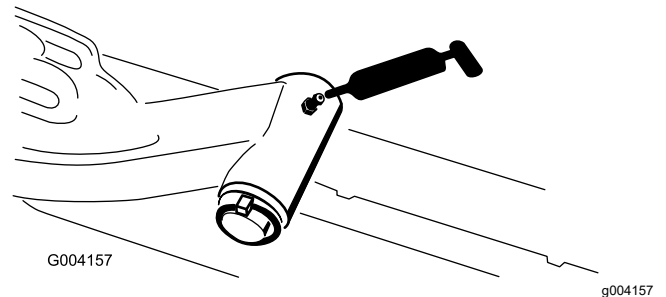

Figura 44
- Albero di articolazione del braccio di sollevamento (1 ciascuno) – Figura 44